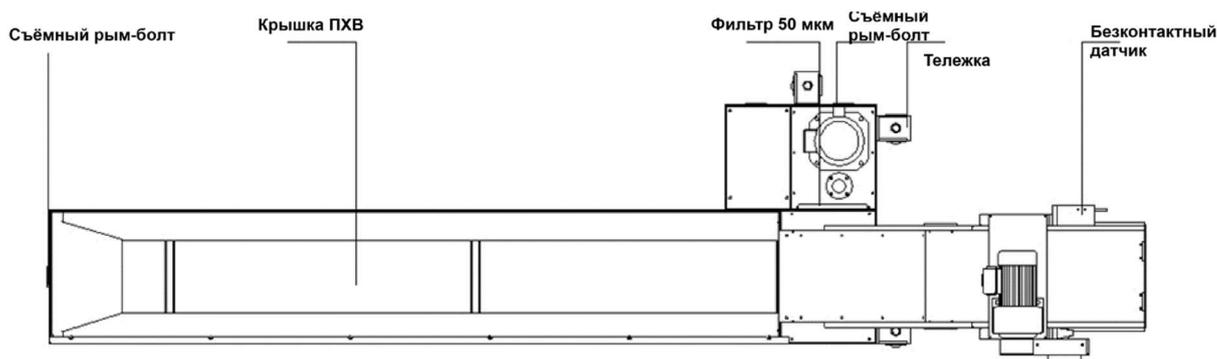

Рис. 4.3 Схема бака СОЖ
- Очистка фильтра в баке СОЖ. (см. рис. 4.3)